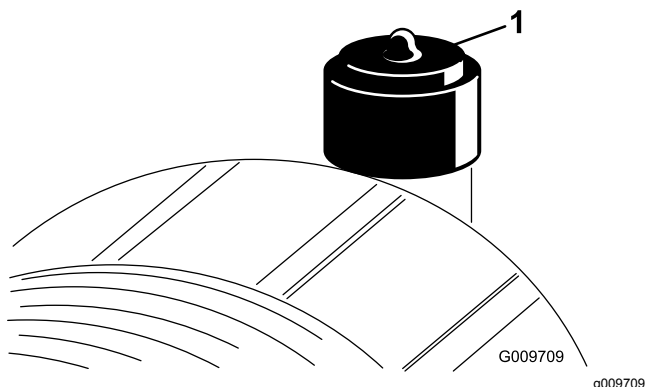

Figure 29
Faites l'entretien du filtre à air uniquement quand l'indicateur de colmatage (Figure 29) indique que cela est nécessaire. Changer le filtre à air prématurément ne fait qu'accroître le risque de contamination du moteur par des impuretés quand le filtre est déposé.
6. Réarmez l'indicateur de colmatage (Figure 29) s'il est rouge.